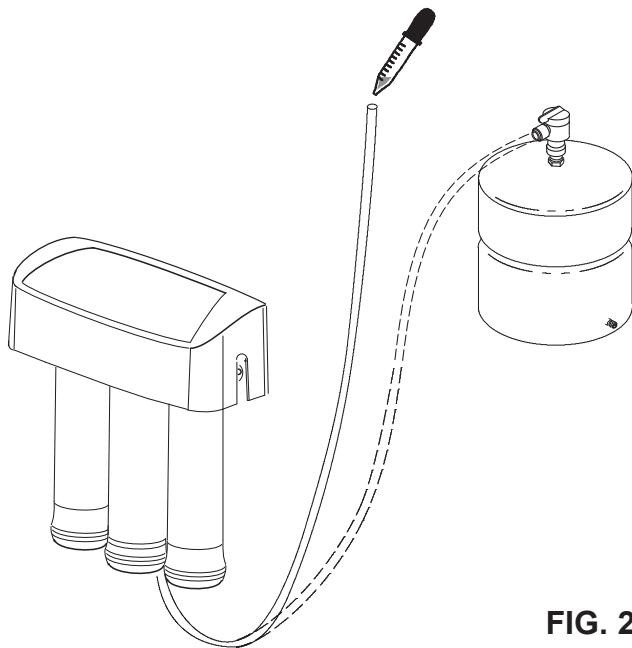

FIG. 24
Voir la figure 24.
4. Versez 3 ml d'agent de blanchiment dans l'extrémité du tuyau du réservoir jaune. Utilisez l'agent de blanchiment en suivant les recommandations du fabricant du produit. Voir la figure 24.